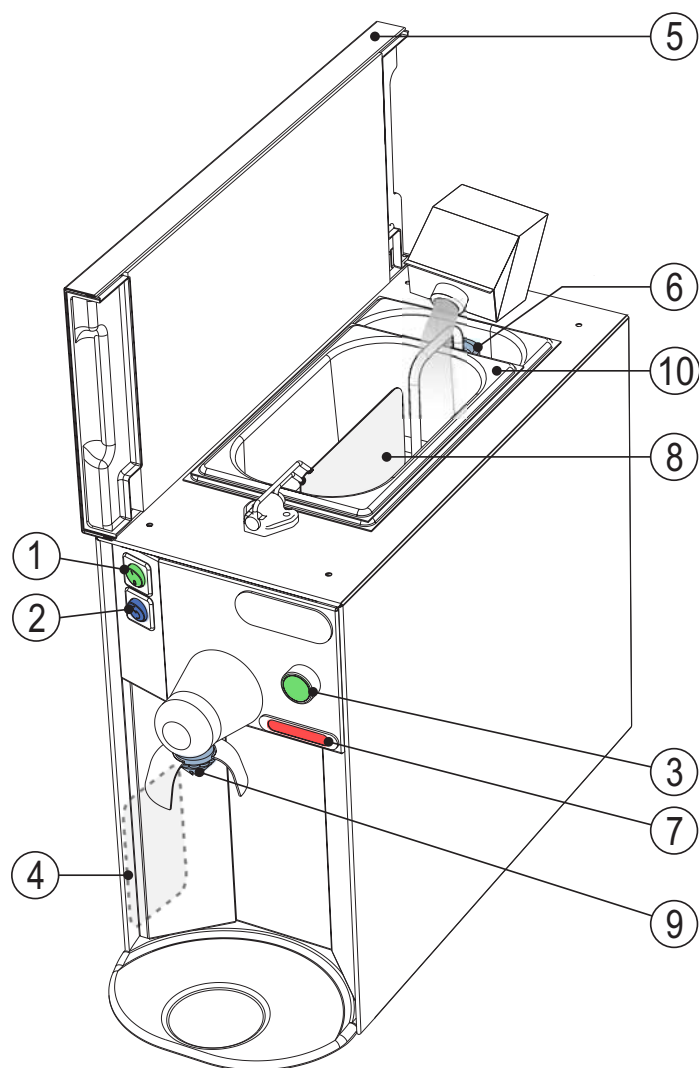
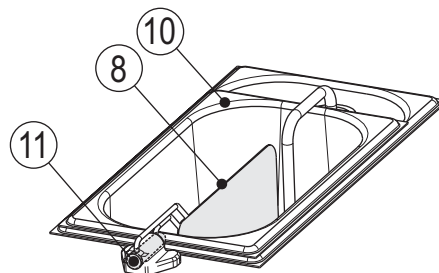
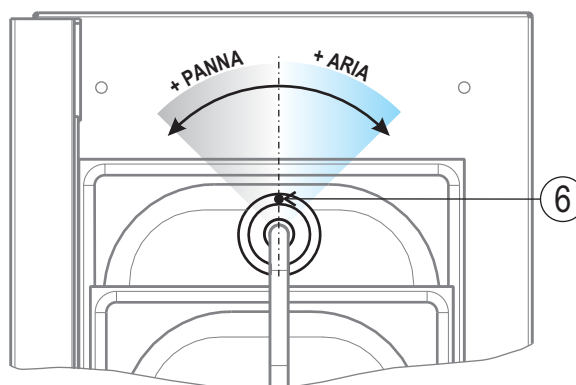
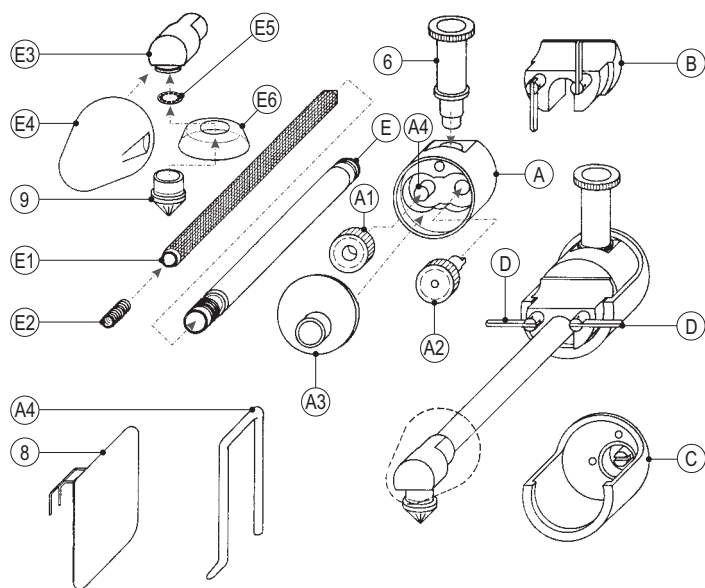

Fig.1
Fig. 2
Fig. 3
Fig.4
I dati tecnici si rilevano dalla targhetta caratteristiche "4" (fig. 1) applicata all'esterno del fianco.
- Attivare l'interruttore "1" (fig. 1); l'accensione della lampada spia verde indica la presenza di tensione.
- Prima di erogare il prodotto accertarsi che il termometro "7" (fig. 1) abbia raggiunto la temperatura di almeno 6°C.
Inserire la paletta "8" (fig. 2) nel giunto "11" (fig. 2), accendere l'interruttore "2" (fig. 1) che fa muovere pendolaramente tale paletta, vengono così impediti la separazione dei grassi dal liquido e la stratificazione della temperatura della panna liquida.
Posizionare inizialmente il regolatore "6" (fig. 3) come in figura. La panna montata esce dall'ugello decorativo "9" (fig. 1) quando viene premuto il pulsante di erogazione "3" (fig. 1).
Verificare che le viti di bloccaggio "D" (fig. 4) siano ben avvitate. Qualora entro circa 20 secondi di azionamento del pulsante "3" (fig. 1) non si verifichi l'erogazione versare nell'apposito imbuto "6" (fig. 1) un cucchiaino di panna liquida. La macchina produce una miscela aria-panna con rapporto registrabile ruotando il regolatore "6" (fig. 3) come indicato dalle frecce: la rotazione in senso orario riduce il liquido nella miscela erogata e l'arricchisce d'aria.
Disattivare l'interruttore "1" (fig. 1), lo spegnimento della lampada verde indica l'interruzione dell'alimentazione.
Premere l'interruttore generale "1" (fig. 1) led verde acceso, collocare un contenitore sul piattello, sfilare il tubo "A4" (fig. 4), premere il pulsante d'erogazione "3" (fig. 1) versando del liquido detergente tiepido nell'imbuto del regolatore "6" (fig. 1).
Vedi fig. 4. Il miscelatore "E1", con l'estremità conica rivolta verso la pompa, va inserito nel condotto "E" e la molla "E2" nel foro del miscelatore stesso. Avvitare l'erogatore "E3" sul condotto "E" orientandone l'uscita verso il basso, inserire orizzontalmente la cuffia "E4" e, dal basso in alto, il piattello "E5", la cuffia "E6" e l'ugello decoratore "9" ruotandolo su se stesso. Il condotto "E" si libera allentando di un quarto di giro le due viti "D" a maglia e sfilando verso l'alto la staffa "B". La pompa "A" è ora libera di sfilarsi orizzontalmente e poi verso l'alto; per staccare il guscio "A3" inserire nella sua sede il condotto "E" il quale facilita la rimozione. **Il montaggio si esegue con ordine inverso dello smontaggio.** Dopo aver montato il corpo "A" far ruotare a mano il pignone "A2" per innestarlo nel traino "C"; inserire quindi la corona dentata "A1" e il guscio "A3" accostandolo prima con l'apposita nicchia al perno "A4" di riferimento. Bloccare le viti a maniglia "D" con la sola pressione delle dita.